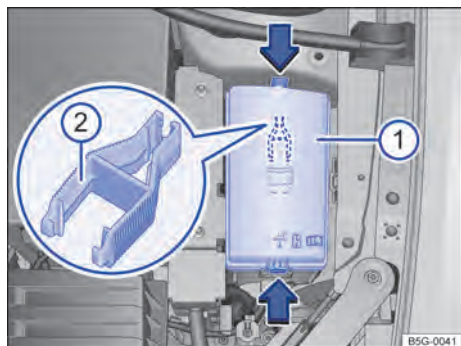

Fig. 191 En el compartimiento del motor: cubierta ① de la caja de fusibles con pinza de plástico ②.
→ fig. 191 ①, para desbloquear la cubierta de la caja de fusibles.
En el lado interno de la cubierta de la caja de fusibles en el compartimiento del motor puede haber una pinza de plástico → fig. 191 ② para retirar los fusibles.